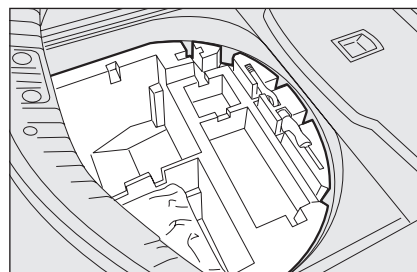

fig. 4
- ☐ pour les versions dotées du "kit réparation rapide des pneus Fix&Go" prendre la boîte à outils dans le coffre à bagages **fig. 4**;